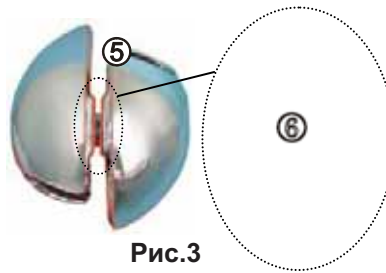
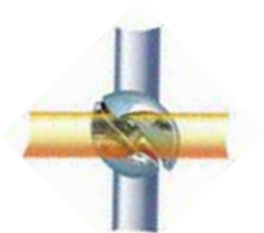
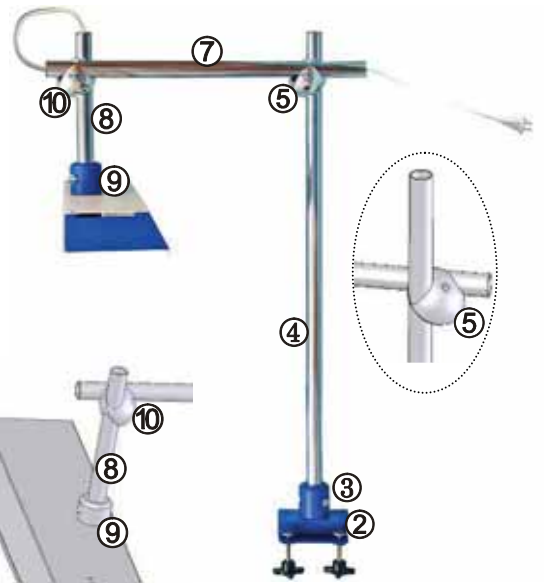

Рис.3
Рис.4
Рис.5
3. Присоединить к конструкции трубу-поперечину (7), используя крестовое соединение (5), рис.5. Для чего ослабить, при необходимости, винт и, поворачивая одну половину соединения относительно другой, совместить их выступы (6), как показано на рис.3. При этом скрепляемые трубы свободно проходят в отверстия соединения и пересекаются под углом 90°, рис.4.
4. Вставить трубу-держатель (8) во втулку (9) светильника и закрепить винтом М8×35, рис.5,6.
5. Скрепить трубы (7) и (8) вторым крестовым соединением (10), рис.5,6.
6. Завести колбу лампы в клипсу (12), затем – в патрон, нажав на цоколь (не на колбу!). **ЛЮКС** готов к работе.